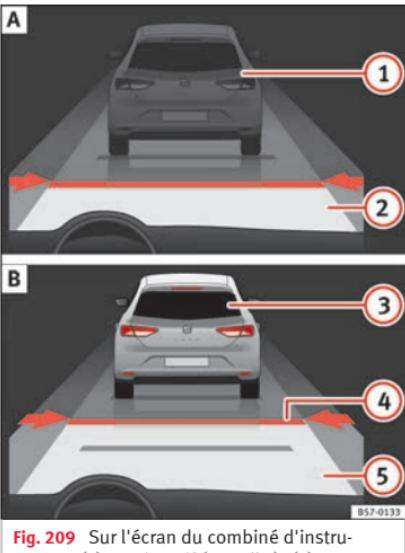

Fig. 209 Sur l'écran du combiné d'instruments : (A) ACC inactif (Standby). (B) ACC actif.
Indication d'état sur l'écran »» **fig. 209 :**
s'allume sur le combiné d'instruments ; la vitesse programmée et l'état de l'ACC s'affichent à l'écran ➤ **fig. 209**.
Si besoin, la vitesse programmée peut être modifiée lorsque le véhicule est à l'arrêt ou lors de la conduite. Toute modification de la vitesse programmée est indiquée dans la partie inférieure gauche de l'écran du tableau de bord » fig. 209.
- Pour activer l'ACC, placez le troisième levier en position ① puis appuyez sur la touche SET ou placez le troisième levier de l'ACC en position ② » fig. 211. L'image de l'ACC sur l'écran du tableau de bord passe alors en mode Actif » fig. 209.